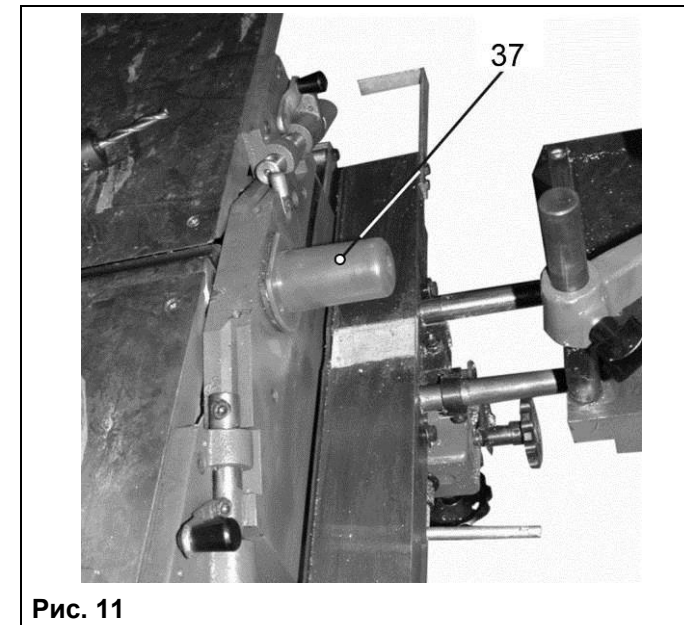

Рис. 11
8.3.1. Перед установкой фрезерной головки (39), насадной фрезы (не комплектуется) или фрезерного патрона (44) необходимо снять защитный стакан (37), Рис. 11, 14.